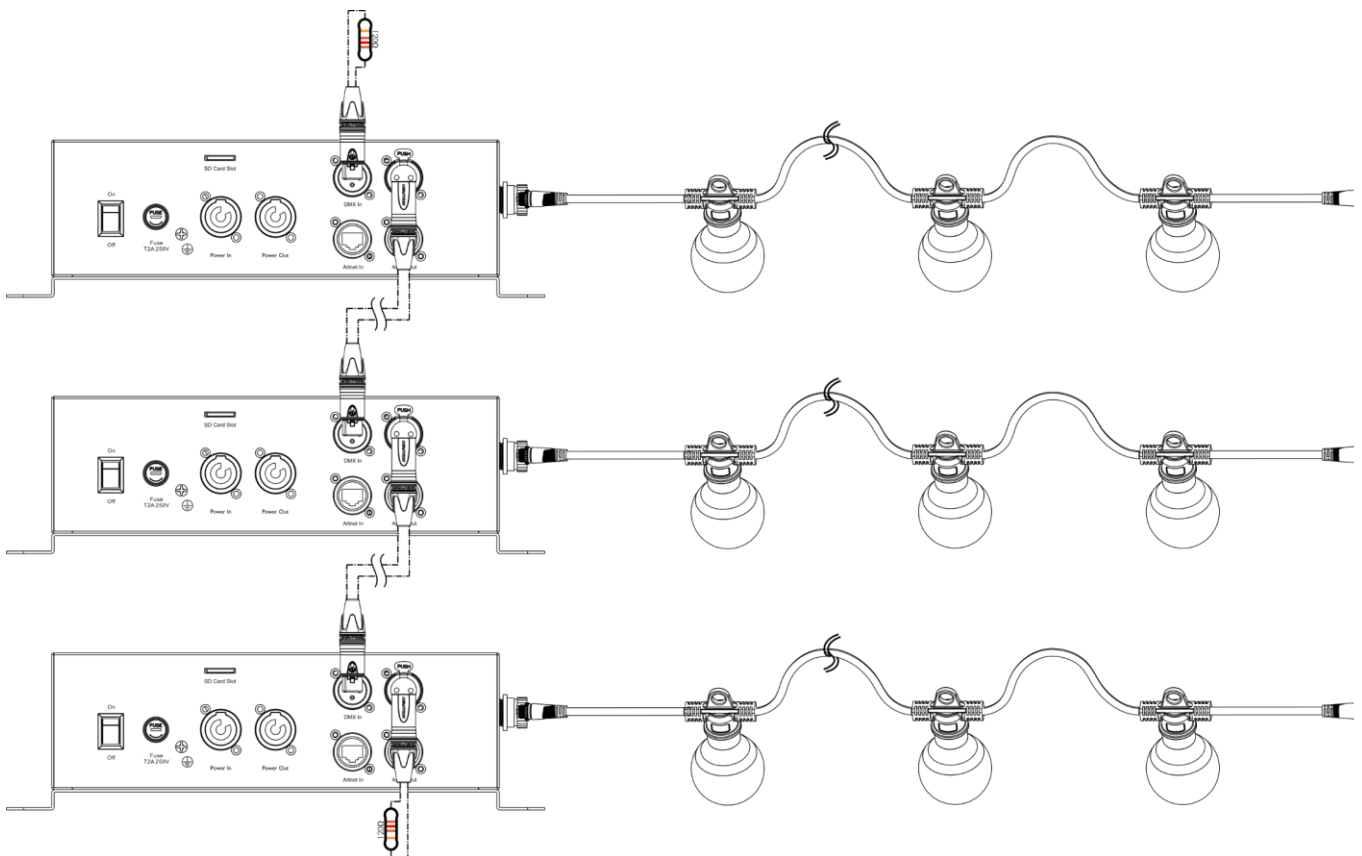

Abb. 06
- 04) Verbinden Sie die Geräte wie in Abb. 06. Schließen Sie den DMX-Ausgang des ersten Geräts mit einem DMX-Kabel an den Eingang des zweiten Geräts an. Wiederholen Sie diesen Vorgang, um die restlichen Geräte anzuschließen.